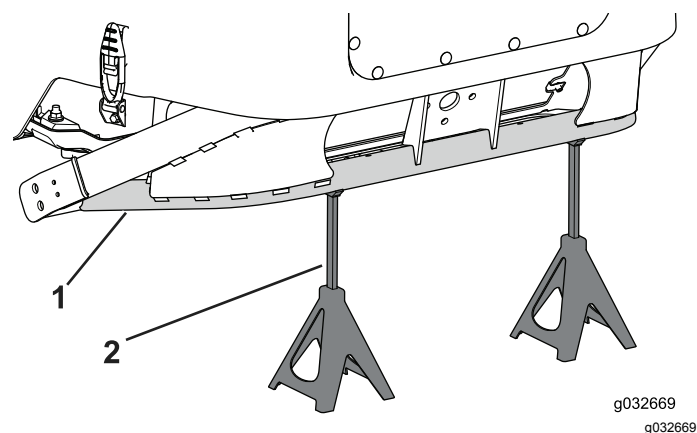

Figura 115
2. Utilice un gato de suelo para elevar la parte trasera de la máquina lo suficiente para instalar las ruedas de verano, y apoye el bastidor sobre gatos fijos (Figura 115).
6. Utilice un gato de suelo para bajar las ruedas de verano al suelo, y apoye la parte trasera de la máquina con gatos fijos (Figura 115).